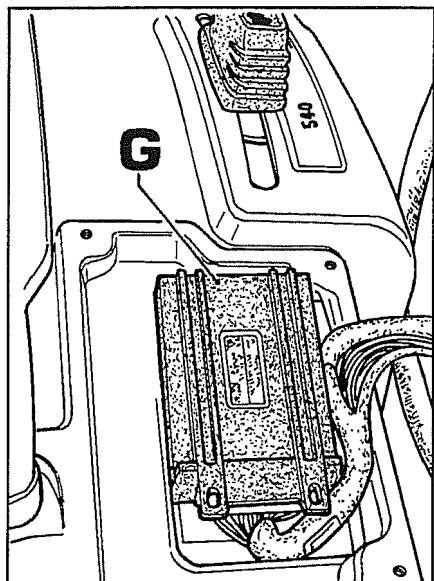

Fig. 45
1. Per effettuare questo tipo di controllo è necessario accedere alla centralina **G** fig.45 situata sotto la scatola supporto reostati, quindi staccarla dal parafango in quanto posizionata con nastro biadesivo.